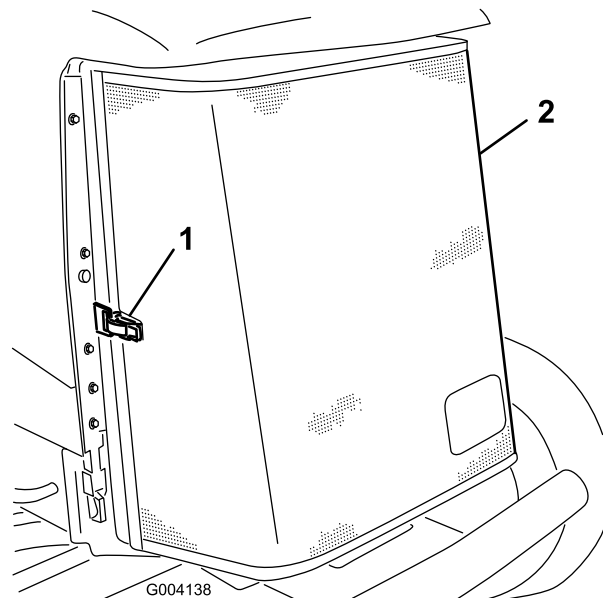

Bild 93
3. Entriegeln Sie den Riegel und drehen Sie das hintere Gitter auf (Bild 93).